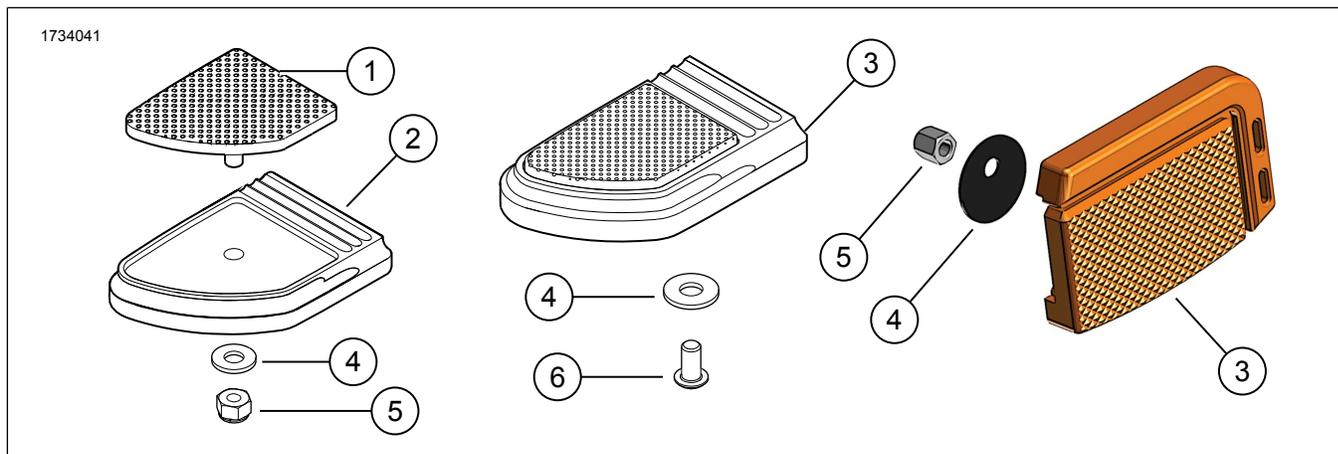

图1。套件内容：刹车踏板垫套件
1. 图1将新的刹车踏板垫(1)与装饰盖中的凹槽(2)对齐。
1. 图1将新的刹车踏板组件(3)对准车辆脚控制刹车杆。